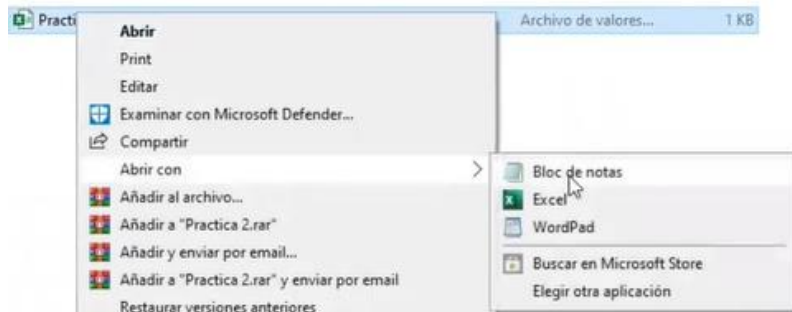

Figura 310. Block de notas.
12. Abrir la carpeta donde se encuentra el archivo, seleccionarlo con clic derecho y buscar la opción “Abrir con Bloc de notas”. Figura 310.